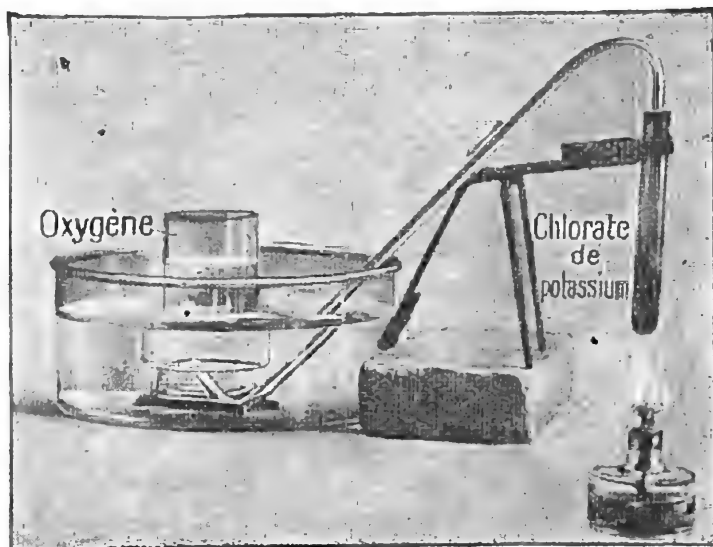

Fig. 17. — L'oxygène se dégage du chlorate de potassium en fusion.
**3. Préparation.** — **EXPÉRIENCE.** — On peut extraire l'oxygène de l'eau ou de l'air, mais dans les laboratoires on le retire ordinairement d'un sel blanc appelé *chlorate de potassium*. Je chauffe un peu de ce sel dans un tube à essais (*fig. 17*) mis en communication, par un tube recourbé, avec un bocal rempli d'eau et placé dans une terrine. Le chlorate de potassium, qui est formé de trois corps : *chlore, potassium et oxygène*, fond, puis se décompose ; l'oxygène seul se dégage et remplit peu à peu le bocal.